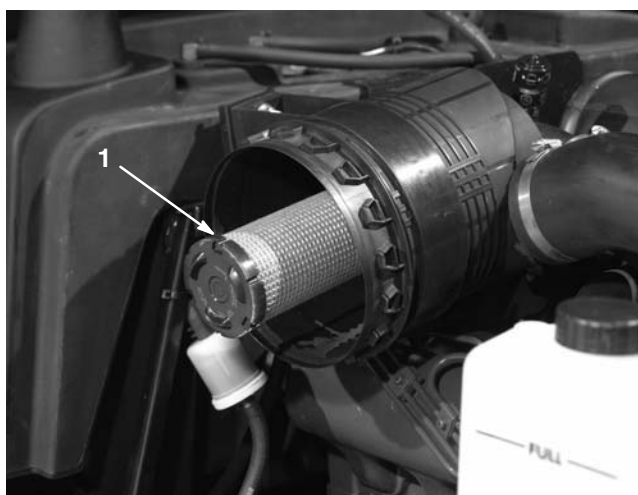

Figure 46
3. Déposez l'élément primaire (Fig. 45). Il est déconseillé de nettoyer l'élément usagé car cela risquerait d'endommager le filtre. Vérifiez que le nouveau filtre est en bon état ; contrôlez l'extrémité étanche du filtre et le corps. N'utilisez pas l'élément s'il est endommagé. N'enlevez **pas** l'élément de sécurité (Fig. 46).
Important N'essayez jamais de nettoyer l'élément de sécurité (Fig. 46). Remplacez-le une fois sur trois, quand vous effectuez l'entretien de l'élément primaire.